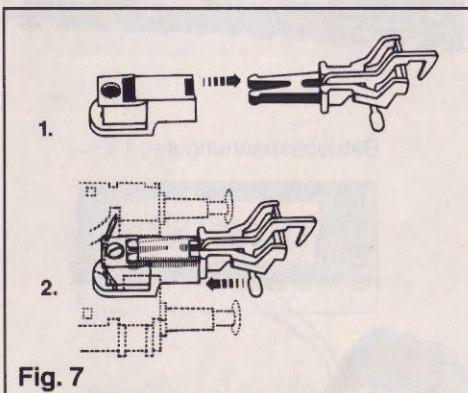

Fig. 7
2. Ersatzkupplung in Pfeilrichtung einstecken (Fig. 7).